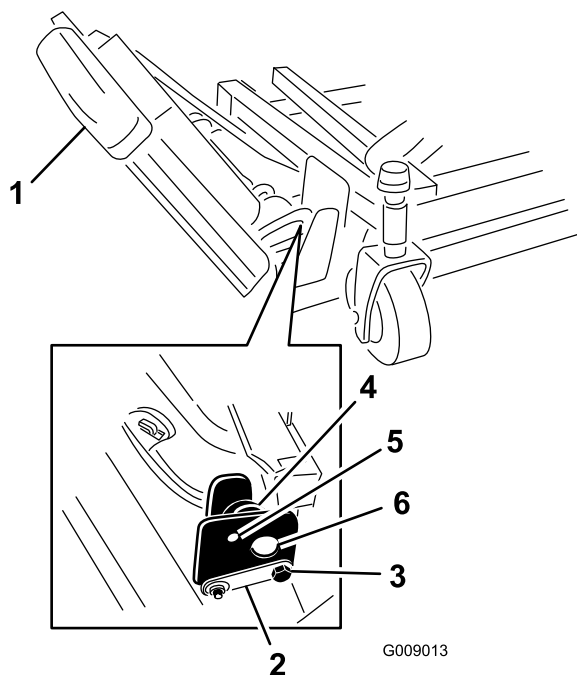

Рисунок 3
1. Снимите гайки, которые крепят болты переднего и заднего упоров к опорам правого крыла деки (Рисунок 3).
2. Поддерживая правое крыло, снимите болты переднего и заднего упоров с опор деки (Рисунок 3). Оставьте на месте эксцентрики, расположенные между опорами деки.